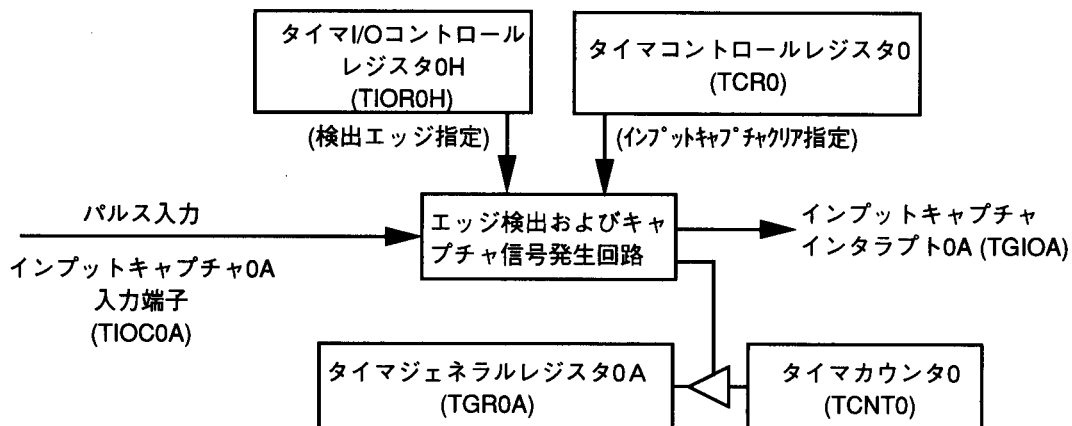

図2.1.2 MTU/ch0 ブロック図
- (1) 本タスク例では、ch0を使用してパルスのHigh幅およびLow幅を測定します。
- (a) 図2.1.2にch0のブロック図を示します。本タスクでは、以下の機能を使用します。